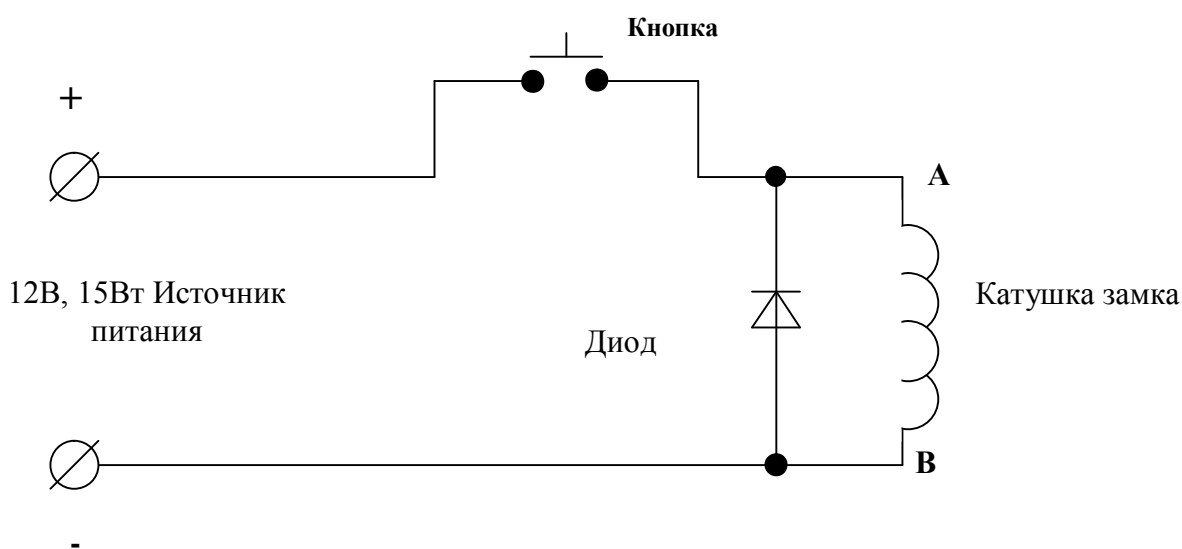

Рис.4
- Включите катушку замка в электрическую схему в соответствии с рис.4 (точки А и В);